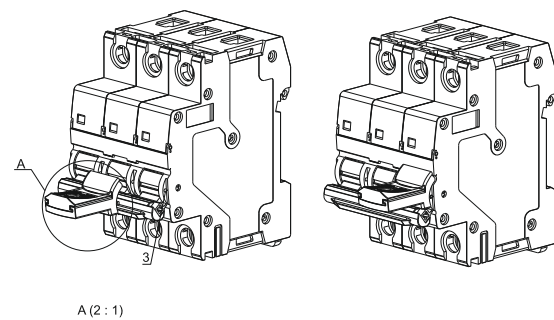

Рисунок 6 – Монтаж блокировки / Figure 6 – Installation of the interlock
Монтаж блокировки показан на рисунке 6. Необходимо вытянуть фиксатор (рисунок 6, поз. 1) и установить пружину (рисунок 6, поз. 2) в отверстие (рисунок 6, поз. 3), не прилагая чрезмерных усилий, установить фиксатор в исходное положение и проверить надежность крепления блокировки к выключателю. При необходимости установить замок с диаметром дужки не более 6 мм и пломбу, продев проволоку через отверстие (рисунок 6, поз. 4), диаметром не более 1 мм, для предотвращения несанкционированного доступа к рукоятке выключателя. Для демонтажа блокировки необходимо вытянуть фиксатор (рисунок 6, поз. 1) и потянуть на себя.
Installation of the interlock is shown in figure 6. It is necessary to pull out the lock (figure 6, item 1) and install the spring (figure 6, item 2) in the hole (figure 6, item 3), without applying excessive force, set the lock in the initial position and check the reliability of fastening the lock to the circuit-breaker. If necessary, install a padlock with a shackle diameter not exceeding 6 mm and a seal by threading a wire through the hole (figure 6, item 4), with a diameter not exceeding 1 mm, to prevent unauthorized access to the circuit-breaker handle. To dismantle the interlock, pull out the lock (figure 6, item 1) and pull it towards yourself.